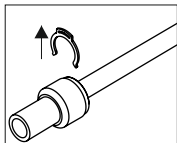

Abb. 1
- 1) Entfernen Sie den Sicherungsbügel von Schnellspanner (falls vorhanden) (Abb.1).